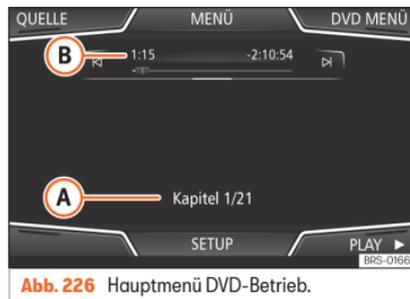

Abb. 226 Hauptmenü DVD-Betrieb.
- Bildschirm kurz antippen, um die Funktionsflächen im Hauptmenü DVD-Betrieb einzublenden »» Abb. 226.